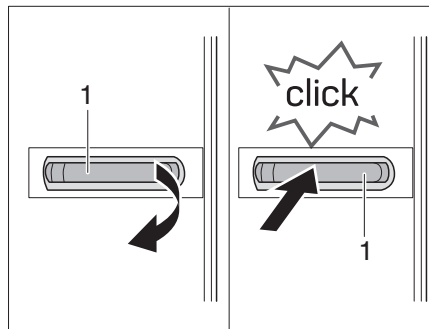

Fig. 116 Ouvrir/fermer la porte du réfrigérateur
- Tirer sur la poignée de la porte (Figure 116,1). La porte du réfrigérateur s'ouvre.
- Pousser sur la poignée pour fermer la porte du réfrigérateur (Figure 116/1). La porte du réfrigérateur se verrouille de manière audible. La porte est correctement fermée pour le fonctionnement de la porte lorsqu'un clic est nettement audible.